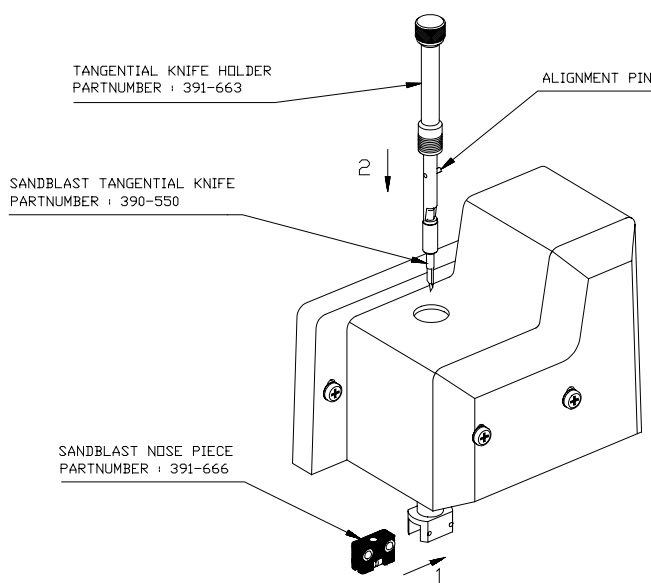

FIGURE 1-10 :
- Introduisez la pièce avant **noire** comme le montre la figure 1-10 jusqu'à ce qu'elle s'enclenche. Du moment où vous coupez des matériaux de masquage, remplacez toujours la pièce avant standard de couleur **gris** par la pièce avant spécifique matériaux durs de couleur **noir**.
3. Introduisez le porte-couteau doucement dans l'arbre central de la tête de découpe comme le montre figure 1-10.